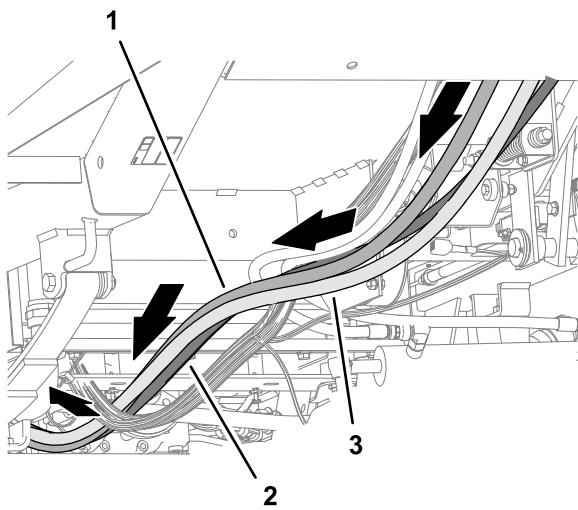

Figura 126
- Enrute las 2 mangueras de la bomba hidráulica y la manguera de retorno del depósito hacia atrás, junto al tubo derecho del bastidor de la máquina (Figura 126).